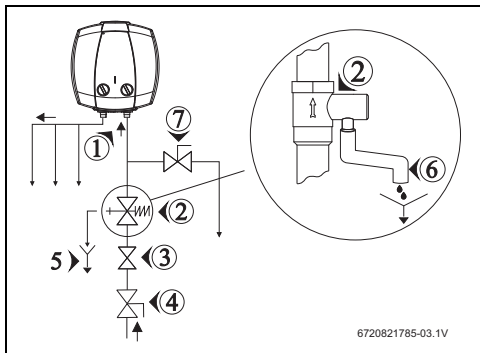

Fig. 9 Ligação de água
- ▶ Instalar a válvula de segurança na entrada de água do termoacumulador (Fig. 9).
Se a pressão de entrada de água for superior a 80% da pressão máxima do termoacumulador (6,4 bar), instalar uma válvula redutora (Fig. 9).
- ▶ Fechar a válvula de corte de água (→Fig. 9).